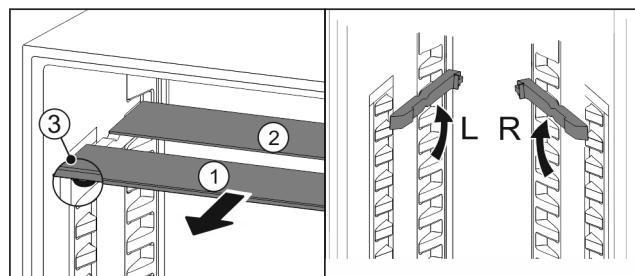

Fig. 30
- По одной извлеките Fig. 30 (1) с тягами панели движением вперед.
- Стеклянная панель Fig. 30 (1) с декоративной планкой лежит спереди.
- Стопоры Fig. 30 (3) показывают вниз.